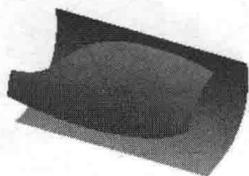
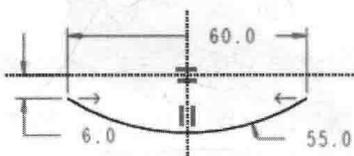

图 1.9 拉伸曲面 3
图 1.10 截面草图
Step7. 创建图 1.9 所示的拉伸曲面 3。在操控板中单击“拉伸”按钮，按下操控板中的“曲面类型”按钮。选取 TOP 基准平面为草绘平面，选取 RIGHT 基准平面为参考平面，方向为 **右**；绘制图 1.10 所示的截面草图。在操控板中定义拉伸类型为 **拉伸**，输入深度值 150.0，单击 **完成** 按钮调整拉伸方向，单击 **完成** 按钮，完成拉伸曲面 3 的创建。